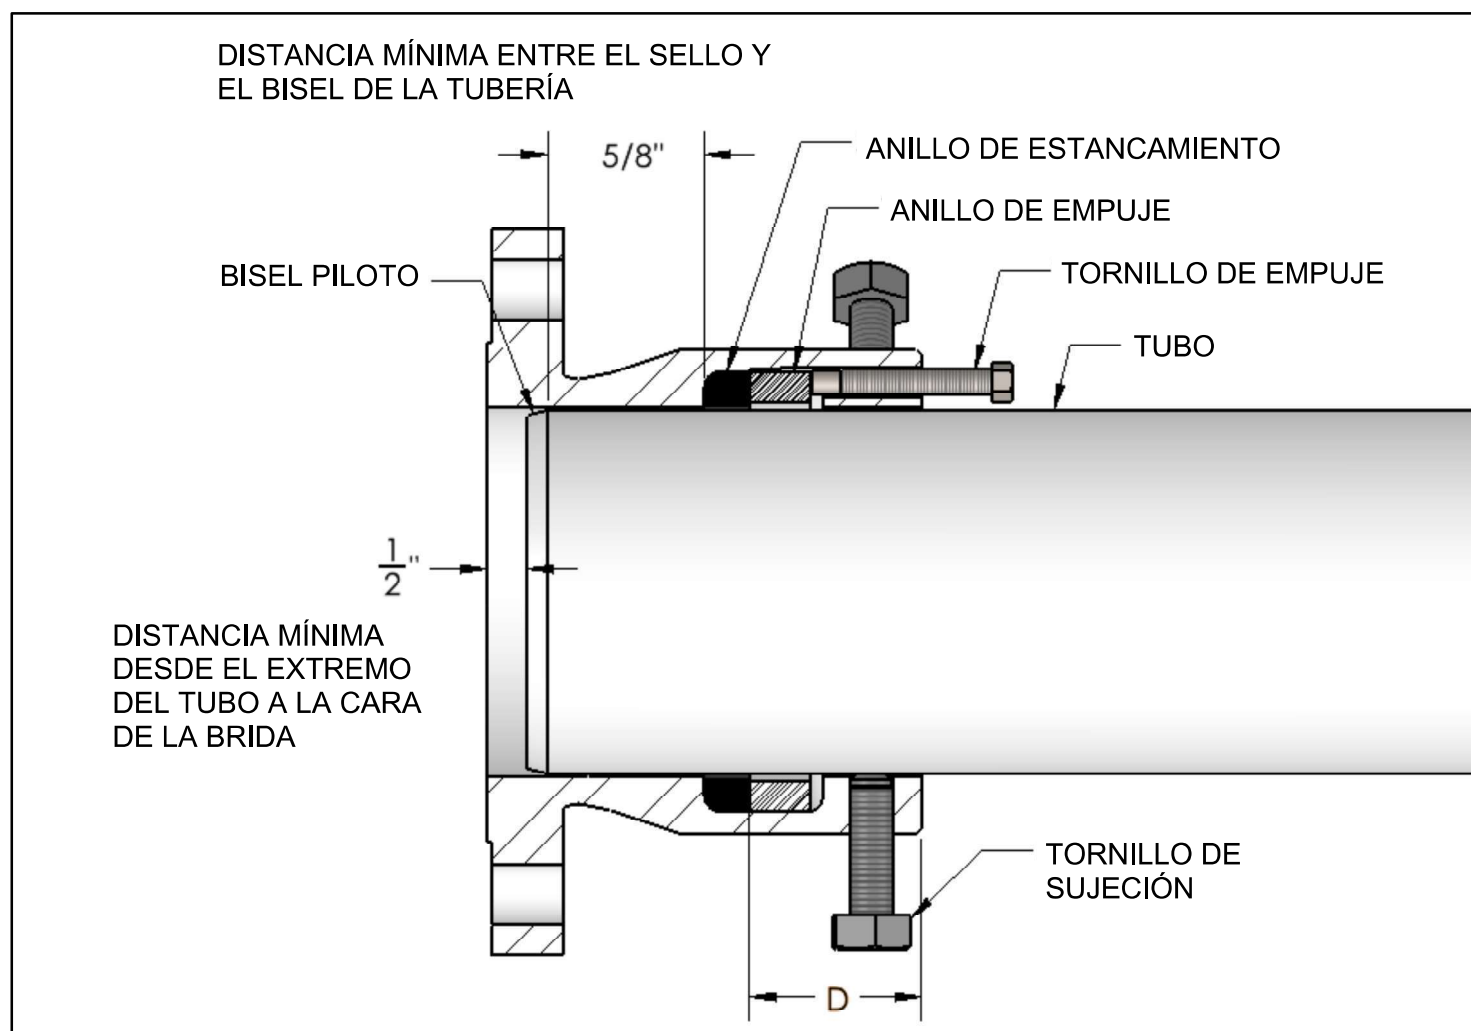

Figura 1
3. Para tubos muy desalineados o fuera de circularidad, es útil esmerilar un bisel piloto con un generoso ahusamiento en el tubo. Esto eliminará el riesgo de daños a los sellos al deslizar la brida "PLIDCO Flange" sobre el extremo del tubo. (Consulte la Figura 1)
1. Mida y registre la dimensión "D", como se muestra en la Figura 1. Esta se necesitará más adelante si la brida "PLIDCO Flange" se suelda al tubo.
- Deslice la brida "PLIDCO Flange" sobre el tubo hasta que el extremo del bisel piloto esté al menos 5/8 pulgadas (15.9 mm) más allá del anillo de estancamiento. La distancia desde el extremo del tubo hasta la cara de la brida no debe ser inferior a 1/2 pulgada (12.7 mm). (Consulte la Figura 1)